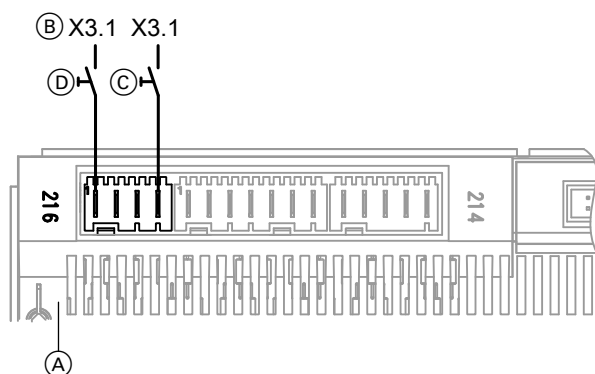

Abb. 38
- An der Wärmepumpenregelung gemäß Abb. 38